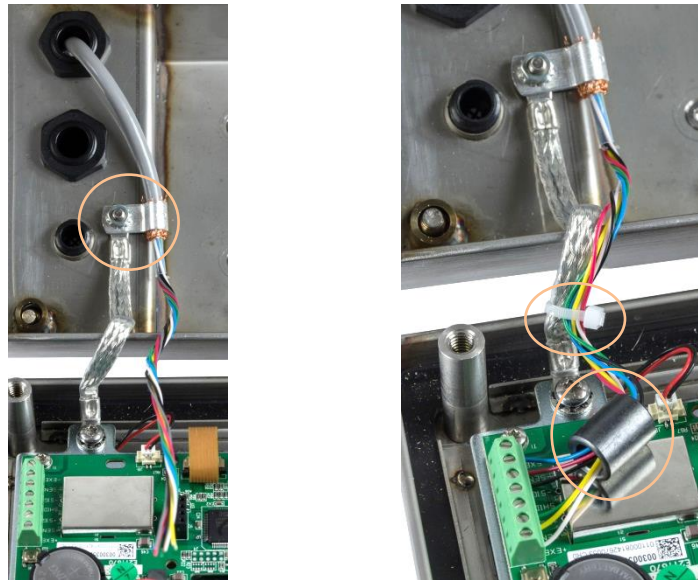

Abbildung 2-28: Ferritperleninstallation und Gehäuseerdung des analogen Wägezellenkabels, IND236
- Verbinden Sie die Erdungsklemme mit der Befestigungsschraube der Gehäuseverbindung mit dem Gehäuse wie in Abbildung 2-28 (links).